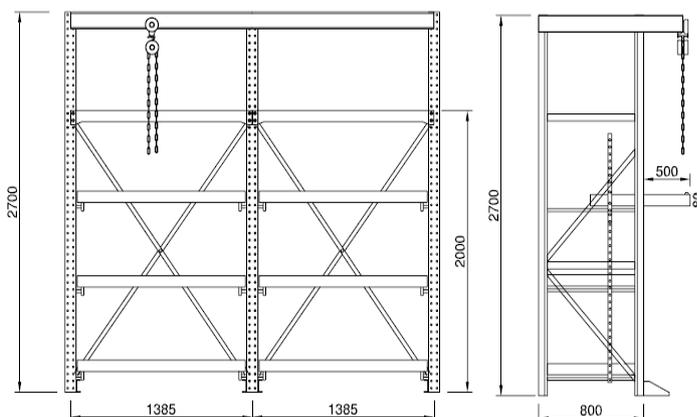

Рис. 2 Стеллажи H=2700 мм с талью
- с талью (высота 2700 мм), рис. 2